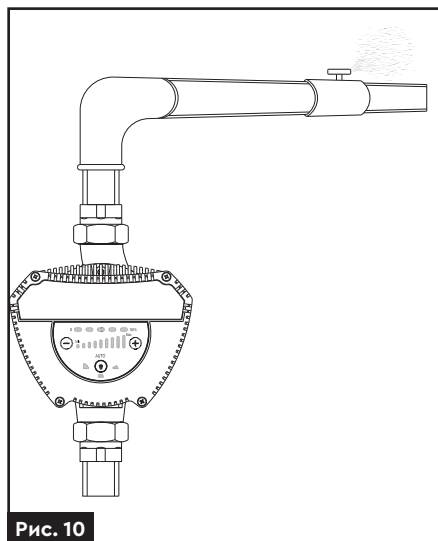

Рис. 10
2. За допомогою короткочасного натискання кнопки **(1) (рис. 10)** встановіть режим **HD9**.